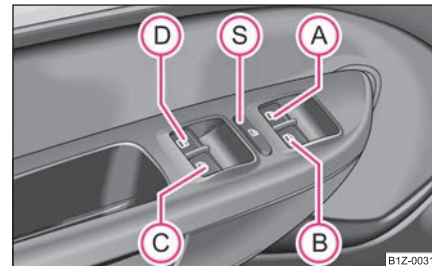

Fig. 34 Tastele din ușa conducătorului
Tastele pentru fiecare geam se găsesc în cotiera din ușa conducătorului ⇒ fig. 34, pasagerului din dreapta și în ușile din spate* ⇒ pagina 46, fig. 35. ►
Apăsând comutatorul de siguranță (S) ⇒ fig. 34, puteți scoate din funcțiune comutatoarele din ușile din spate. Apăsând încă o dată comutatorul de siguranță (S), puteți restabili funcționarea tastelor din ușile din spate.
- Când se transportă copii pe locurile din spate, vă recomandăm să scoateți din funcțiune comutatoarele din ușile din spate (comutatorul de siguranță) (S) ⇒ fig. 34.